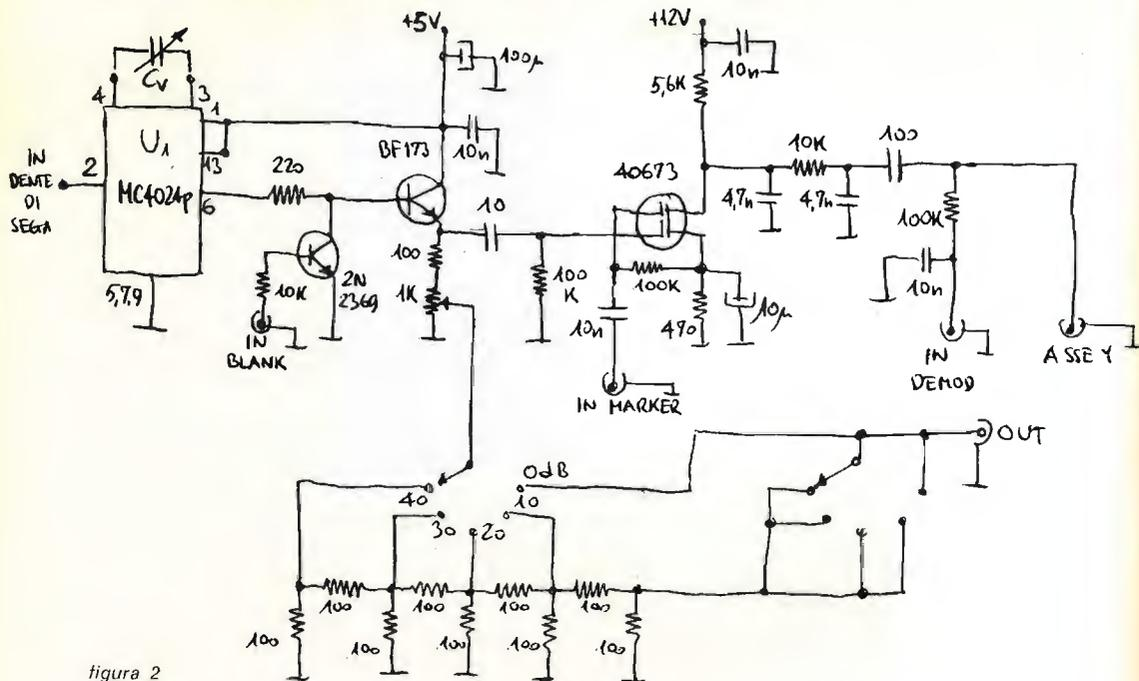

figura 2
Poiché la frequenza del VCO è funzione della tensione ai capi del diodo varicap, sono possibili le tre seguenti soluzioni: generatore a frequenza fissa (CW) nel campo 0,1 ÷ 10 MHz, generatore di sweep a banda stretta (SIMM) (vedi cq 3/75): alla tensione continua ai capi del diodo basterà sovrapporre una tensione a denti di sega opportunamente regolabile, generatore di sweep a frequenza variabile automaticamente tra 0,1 e 10 MHz (VIDEO). Dopo l'azione di filtraggio segue un amplificatore video costituito da un operazionale del tipo  $\mu$ A702 il cui guadagno è pari a circa 40 dB. Poiché l'impedenza d'uscita del  $\mu$ A702 è circa 300  $\Omega$ , per avere una impedenza di 50  $\Omega$  è stato necessario inserire uno stadio amplificatore/adattatore realizzato con due ulteriori transistori (Q8 e Q9). Per rendere costante il livello di uscita della RF con il variare della frequenza, è stato aggiunto un circuito di ALC costituito da un operazionale del tipo  $\mu$ A709 che fa il paragone tra la tensione continua determinata dal trimmer P1 e la tensione ottenuta dal rivelatore. La tensione d'uscita del  $\mu$ A709 a sua volta pilota il transistor Q5 che, insieme a R1, svolge la funzione di attenuatore variabile. La coppia di transistori Q6 e Q7 ha il compito di attenuare la RF per evitare la traccia di ritorno sullo schermo dell'oscilloscopio. In particolare i compiti dei due transistori sono i seguenti: Q6 preleva il segnale di spegnimento proveniente dal generatore di rampa invertendolo, Q7 attenua la RF fungendo da interruttore. Il generatore di rampa è stato realizzato con tre transistori Q10, Q11, Q12, che svolgono rispettivamente le seguenti funzioni: Q10 è un generatore a corrente costante per cui la tensione ai capi del condensatore da 1  $\mu$ F aumenta linearmente con il tempo fino a raggiungere la tensione di soglia dell'interruttore costituito da Q11 e Q12 che, chiudendosi, scarica rapidamente il condensatore; non appena quest'ultimo si è scaricato, Q12/Q11 s'interdicono nuovamente e il ciclo ricomincia. La figura 2 illustra le forme d'onda che si hanno nei due punti caratteristici del circuito.